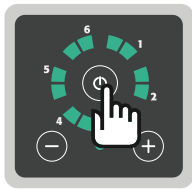

Fig. 13: Кнопка керування «Увімк/вимк»
5. Натиснути кнопку керування «Увімк/вимк» на панелі керування (Fig. 13).